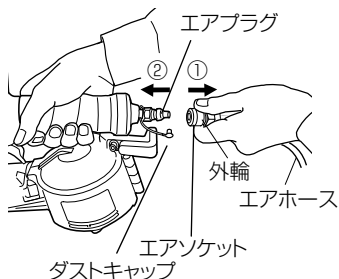

図 5
本機にエアホースを接続する場合はエアプラグからダストキャップをはずし、図5のように、①エアソケットの外輪を引き、②エアソケットをエアプラグにしっかりとさし込んでエアホースを接続します。(手をはなすと外輪は戻ります。)